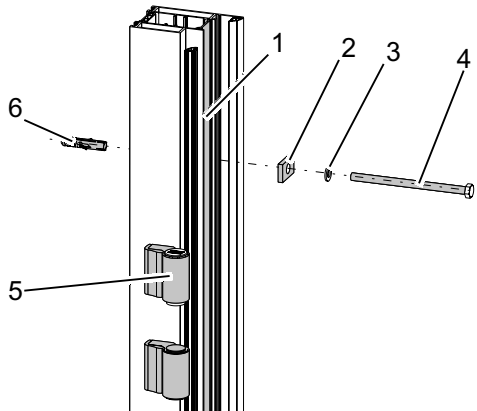
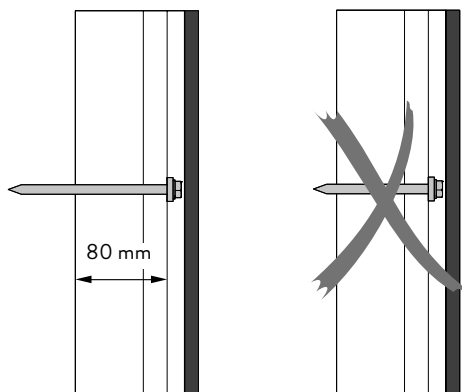

Abb. 6: Wandanschlussprofil montieren
Abb. 7: Schraubenlänge
- Bei Anschlagtüren müssen Bohrungen für die Wandbefestigung in der Nähe der Türbänder (Abb. 6/5), falls vorhanden, angebracht werden.
2. Verteilt über das Wandanschlussprofil vier Bohrungen mittig durch das Kunststoffprofil (Abb. 6/1) in die Wand bohren. Angaben des Dübelherstellers beachten.
3. Abhängig von der Bausubstanz geeignete Dübel (Abb. 6/6) o. Ä. einsetzen.
4. Platten (Abb. 6/2) einsetzen.
5. Wandanschlussprofile mit geeigneten Schrauben (Abb. 6/4 und Abb. 7) und geeigneten Unterlegscheiben (Abb. 6/3) befestigen.